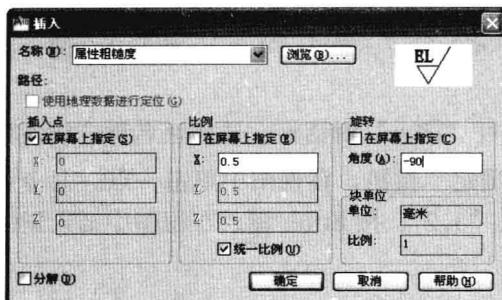

图 6-1-13
(1) 打开素材文件“6-1-4.dwg”，在“块”面板中单击“插入”按钮 \square ，打开“插入”对话框，选择块名称“属性粗糙度”，旋转项目下角度设置为“-90”，选择“统一比例”，X 轴比例设为“0.5”，如图 6-1-13 所示。